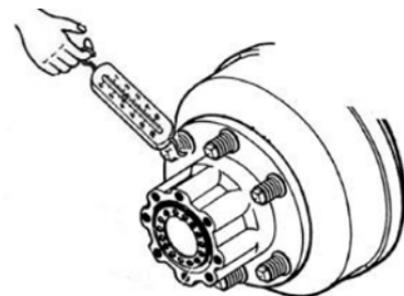

Figura 2
9. Mida la fuerza tangencial estándar inicial en el perno del cubo (**ver figura 2**). Use una cuerda para rodear el perno de la rueda durante media vuelta y tire de ella con un dinamómetro horizontalmente y gire el tambor de freno por encima de 90°.